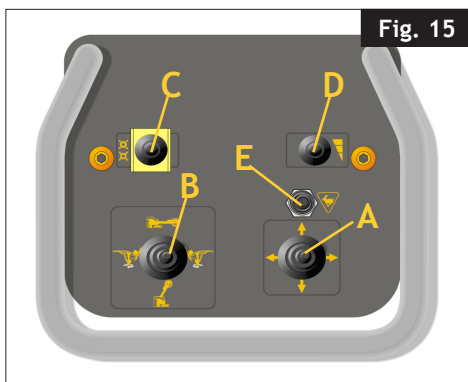

Fig. 15
- Palanca de cuatro posiciones (A, fig. 15) que:
- Palanca de cuatro posiciones (B, fig. 15) que:
- Palanca de dos posiciones (C, fig. 15) que manda la apertura y el cierre del autocentrante
- Palanca de tres posiciones (D, fig. 15) que manda la velocidad de rotación del autocentrante
- Pulsador (E, fig. 15) que accionado contemporáneamente con el mando de traslación de las carretillas, permite aumentar la velocidad de movimiento